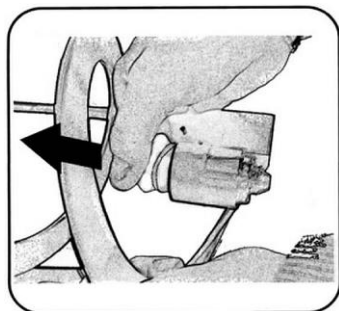

Rys. 21
1. Aby wyjąć spiralę, palce należy umieścić na płytce spirali i delikatnie pociągnąć ją do wewnątrz, jak pokazano na rys. 21+22.